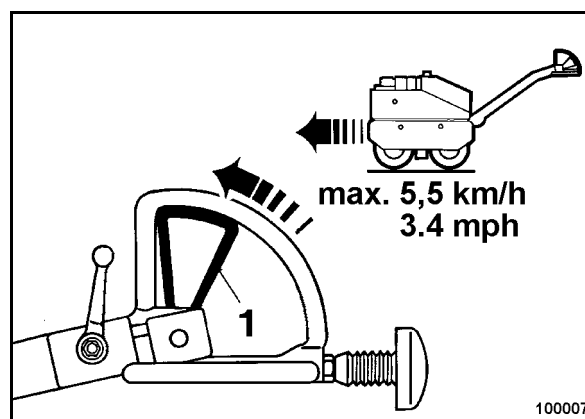

Рис. 38
- Медленно переместить рычаг (1) (Рис. 38) вперед; машина плавно ускоряется вперед.